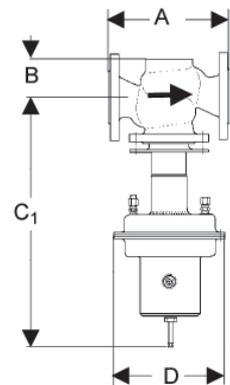

Рис. 2
- Исполнение с закрытой пружиной, уплотнением по настроечному винту и дренажным отверстием G3/8 (рис. 2)